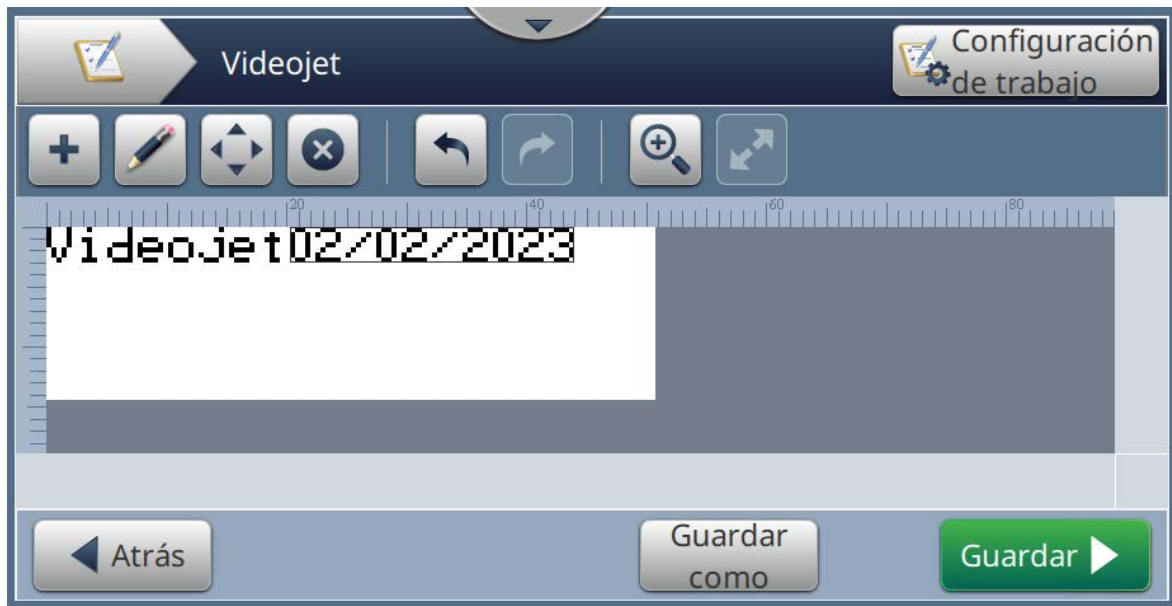

Figura 5-21: Mensaje de muestra
En la sección siguiente se guía al usuario para crear un trabajo, según se muestra en la Figura 5-21, que consta de los siguientes campos:
10. Seleccione el campo y arrastre o utilice el botón  para llevar el campo hasta su ubicación, como se muestra en la Figura 5-21 en la página 5-40.
22. Seleccione el campo y arrastre o utilice el botón  para llevar el campo hasta su ubicación, como se muestra en la Figura 5-21 en la página 5-40.
30. Seleccione el campo y arrastre o utilice el botón  para llevar el campo hasta su ubicación, como se muestra en la Figura 5-21 en la página 5-40.